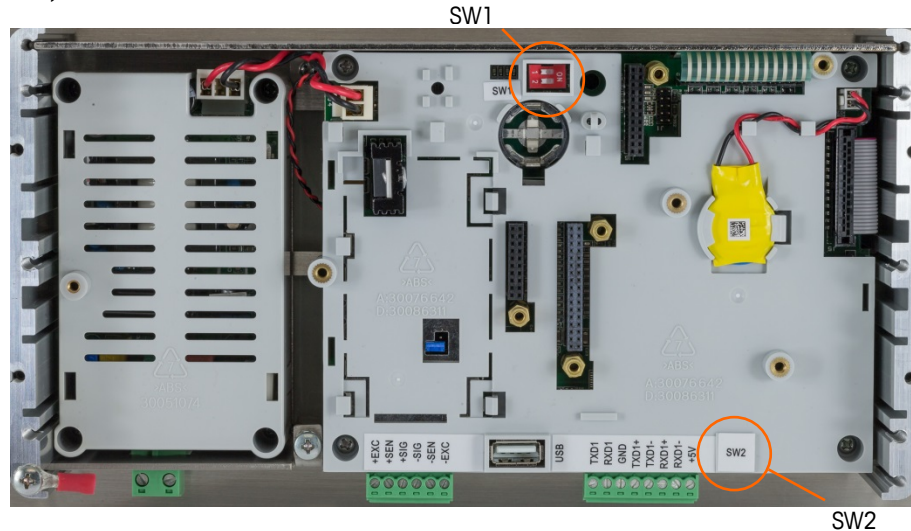

Abbildung 2-60: Schalter der Hauptplatine
Auf der Hauptplatine befinden sich vier Schalter (siehe Abbildung 2-60 mit der Analogausführung des Terminals). Die Funktionen dieser Schalter finden Sie in Tabelle 2-5.
- Wenn Sie die Drahtbrücke W1 für den Betrieb mit einer Verstärkung von 3 mV/V entfernen, klemmen Sie nur einen der Kontaktstifte ab, wie in Abbildung 2-60 dargestellt, und auf der linken Seite von Abbildung 2-62. Wenn diese Drahtbrücke nicht korrekt gesetzt ist, passt die Kunststoffabdeckung über die Hauptplatine nicht richtig. Drücken Sie in diesem Fall die Kunststoffabdeckung nicht mit Gewalt herunter. Entfernen Sie die Kunststoffabdeckung, und positionieren Sie die Drahtbrücke wie in der Abbildung.